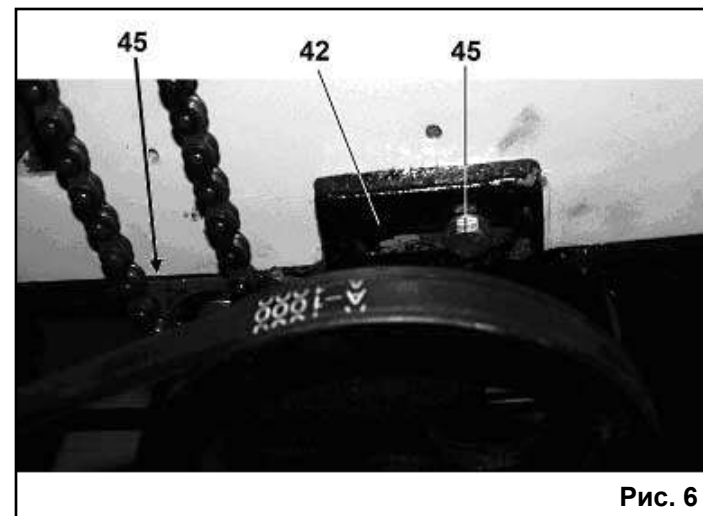

Рис. 6
8.2.1. Как показано на Рис.6, установите, и предварительно закрепите двумя установочными болтами (45), редуктор (42). Выведите из зацепления шестерню (44), для чего переместите ручку (41) по направлению к ближайшей боковой панели станка, положение зафиксируйте винтом фиксации (43), Рис.5.